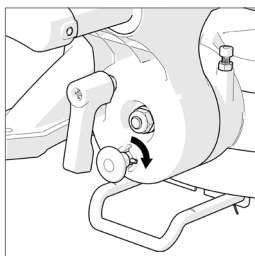

Fig. 35
- Ruotare la spina di 1/4 di giro (**fig. 35**).